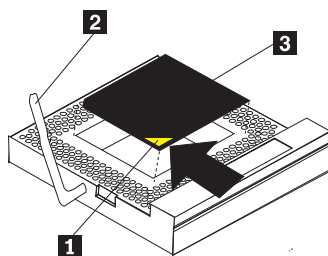

图 70. 对齐微处理器
c. 通过将微处理器角上的金色对齐箭头与接口上的缺口箭头对齐，将微处理器放在微处理器接口中央。参见图 70。